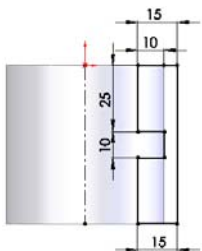

图 3-31 标注的草图
**05** 绘制草图。在菜单栏中选择“工具”→“草图绘制实体”→“直线”命令和“中心线”命令，绘制草图并标注尺寸，结果如图 3-31 所示。